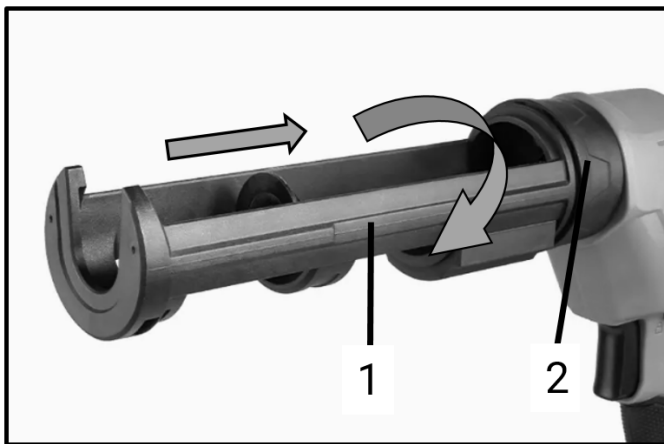

Рисунок 15. Встановлення насадки для картриджа з герметиком.
1. Встановити насадку для картриджа з герметиком (1, рис. 15) у нарізне гніздо для змінних корпусних насадок (2, рис. 15).
3. Щоб зняти насадку для картриджа (1, рис. 15), повернути її проти годинникової стрілки.